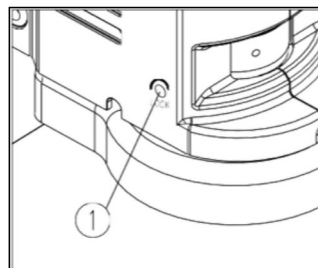

Abb.9
Wenn Sie eine feste Vergrößerung für längere Zeit oder bei Verwacklung verwenden, ziehen Sie die Vergrößerungsfeststellschraube (1) mit einem M4-Innensechskantschlüssel (Seitenlänge 3mm) an (Siehe Abb. 9)